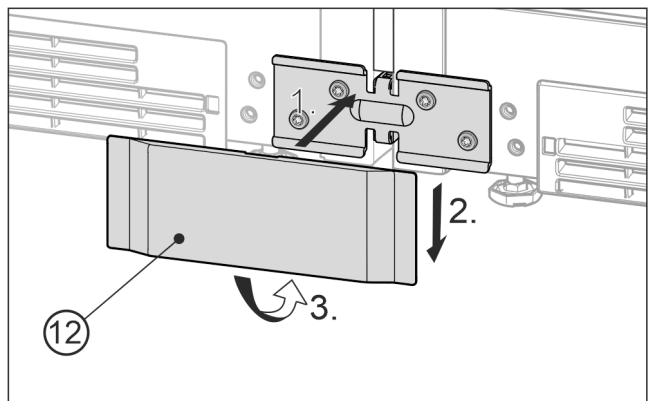

Fig. 25 Példaként szolgáló ábrázolás
- ▶ Helyezze az alsó fedelet Fig. 25 (12) előlről a rögzítővasra Fig. 25 (1), tolja lefelé Fig. 25 (2), majd alul pattintsa be Fig. 25 (3).